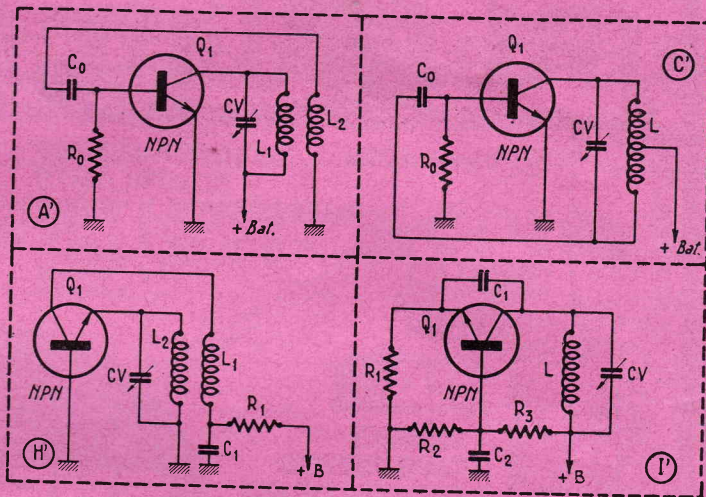
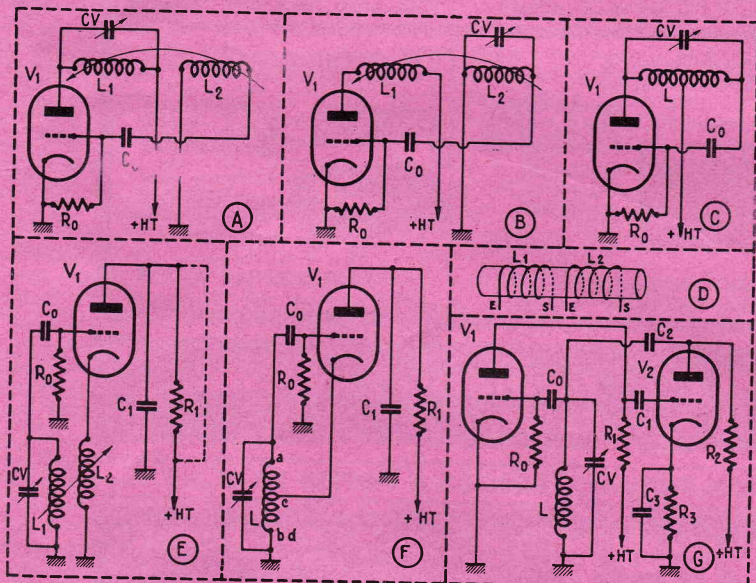

Fig. 5
Fig. 4
Les oscillateurs utilisant des lampes triodes peuvent être montés selon les schémas (A) à (G) de la figure 4.
Un montage à une seule bobine L est réalisable selon le schéma (G) figure 4. On utilise deux lampes dont V1 est l'oscillatrice et V2 est une amplificatrice inverseuse.
Les montages à lampes de la figure 4 peuvent être transposés en montages à transistors, selon les schémas de la figure 5. Pour ne pas surcharger notre exposé, nous n'en indiquons que quelques-uns
En C' on représente un montage homologue de C fig. 4, l'accord étant réalisé par CV shuntant la totalité de la bobine unique L.
Il est alors possible de simplifier encore le bobinage en utilisant un montage à bobine unique L comme représenté en I', figure 5.
Les deux circuits étant câblés suivant le plan de la figure 2, il ne reste plus qu'à effectuer les différentes connexions suivant le schéma de la figure 5.